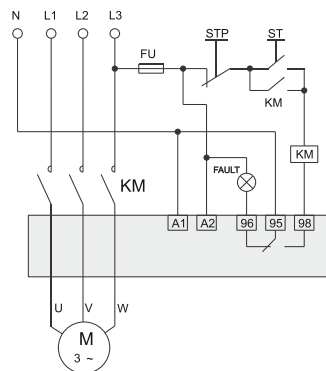

Рис. 4 Схема подключения реле
4.2. Подключение реле производить в соответствии со схемой подключения (рис. 4).